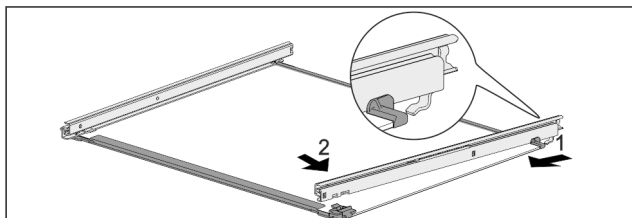

Fig. 117 Стеклянная пластина с направляющими
- ▶ Зацепите направляющую сзади. Fig. 117 (1)
- ▶ Защелкните направляющую спереди. Fig. 117 (2)